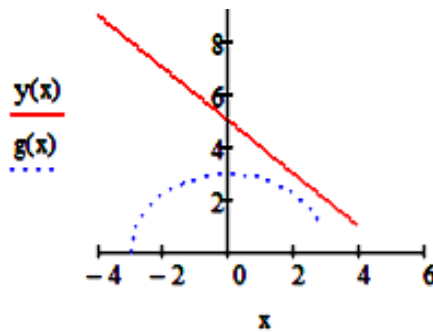

Рисунок 3.43 - Графики системы уравнений
*Minerr*. Выделим из уравнений  $y$  и построим графики (рис. 3.43):  $x := -4, -3.9 \dots 4$ ,  $y(x) := 5 - x$